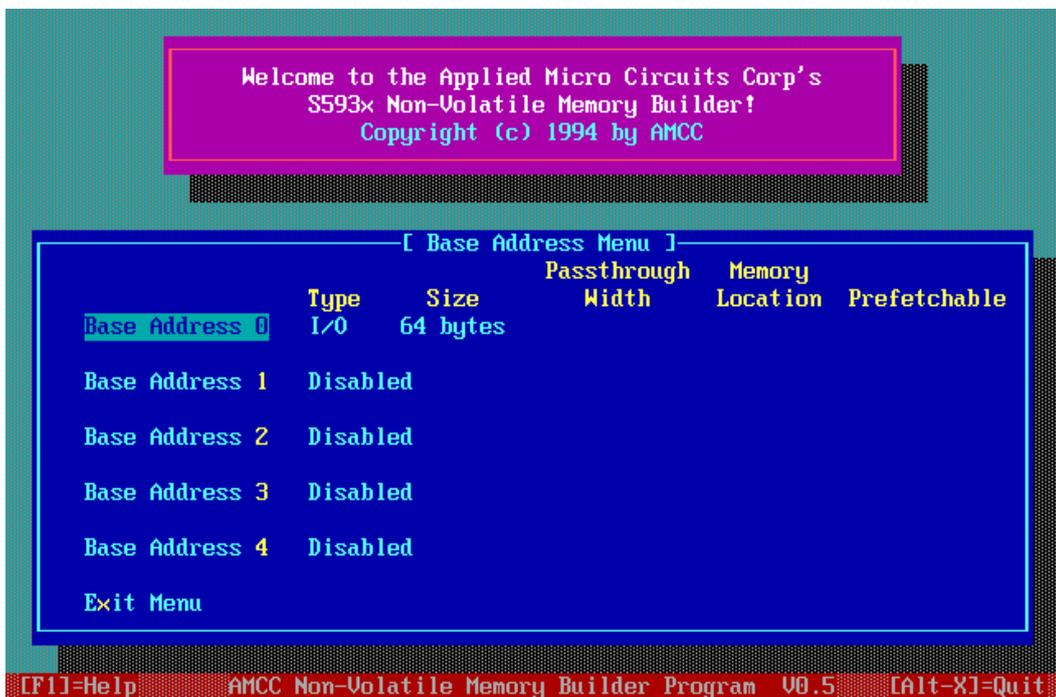

图 10
3) 选 “Edit Base Addresses” 菜单回车，出现图 10。
在图 10 下，可选一个基地址进行配置，本例配置 “Base Address 1”，把光标移动